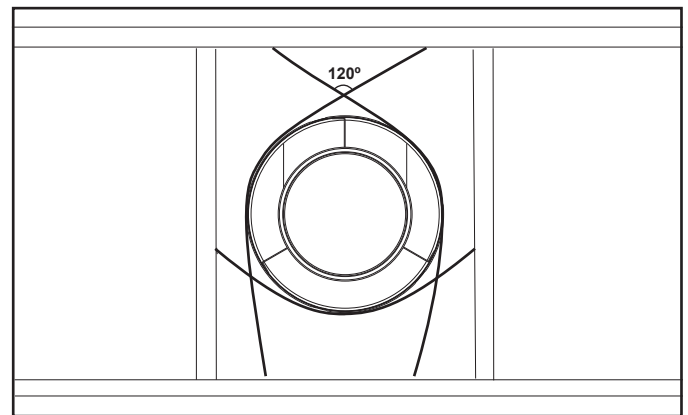

Figure 7.7 Fixation des sections verticales du conduit
- Des supports de conduit ou des bandes de suspension (espacés de 120°) peuvent être utilisés à cette fin pour soutenir les sections de conduit. Voir les figures 7.7 et 7.8.